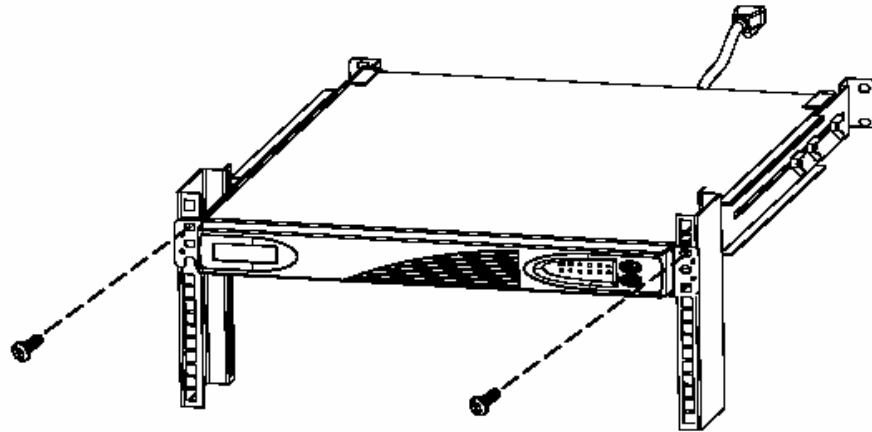

Figure 6 – Fixation de l'ASI dans un rack 19"
10. Après avoir installé le châssis ASI, fixez son avant au rack en utilisant le matériel fourni (1 vis M6 x 10 sur chaque côté tel que le montre la figure 6).